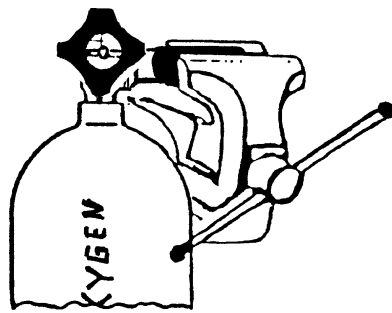

Abb.1
- Adapter 200 bar, M24x2 (HH)
1.1 Montagestutzen M24x2 auf das Gewinde schrauben und ihn fest in den Schraubstock einspannen. Flaschenventil durch 2 Umdrehungen öffnen (Abb. 1).